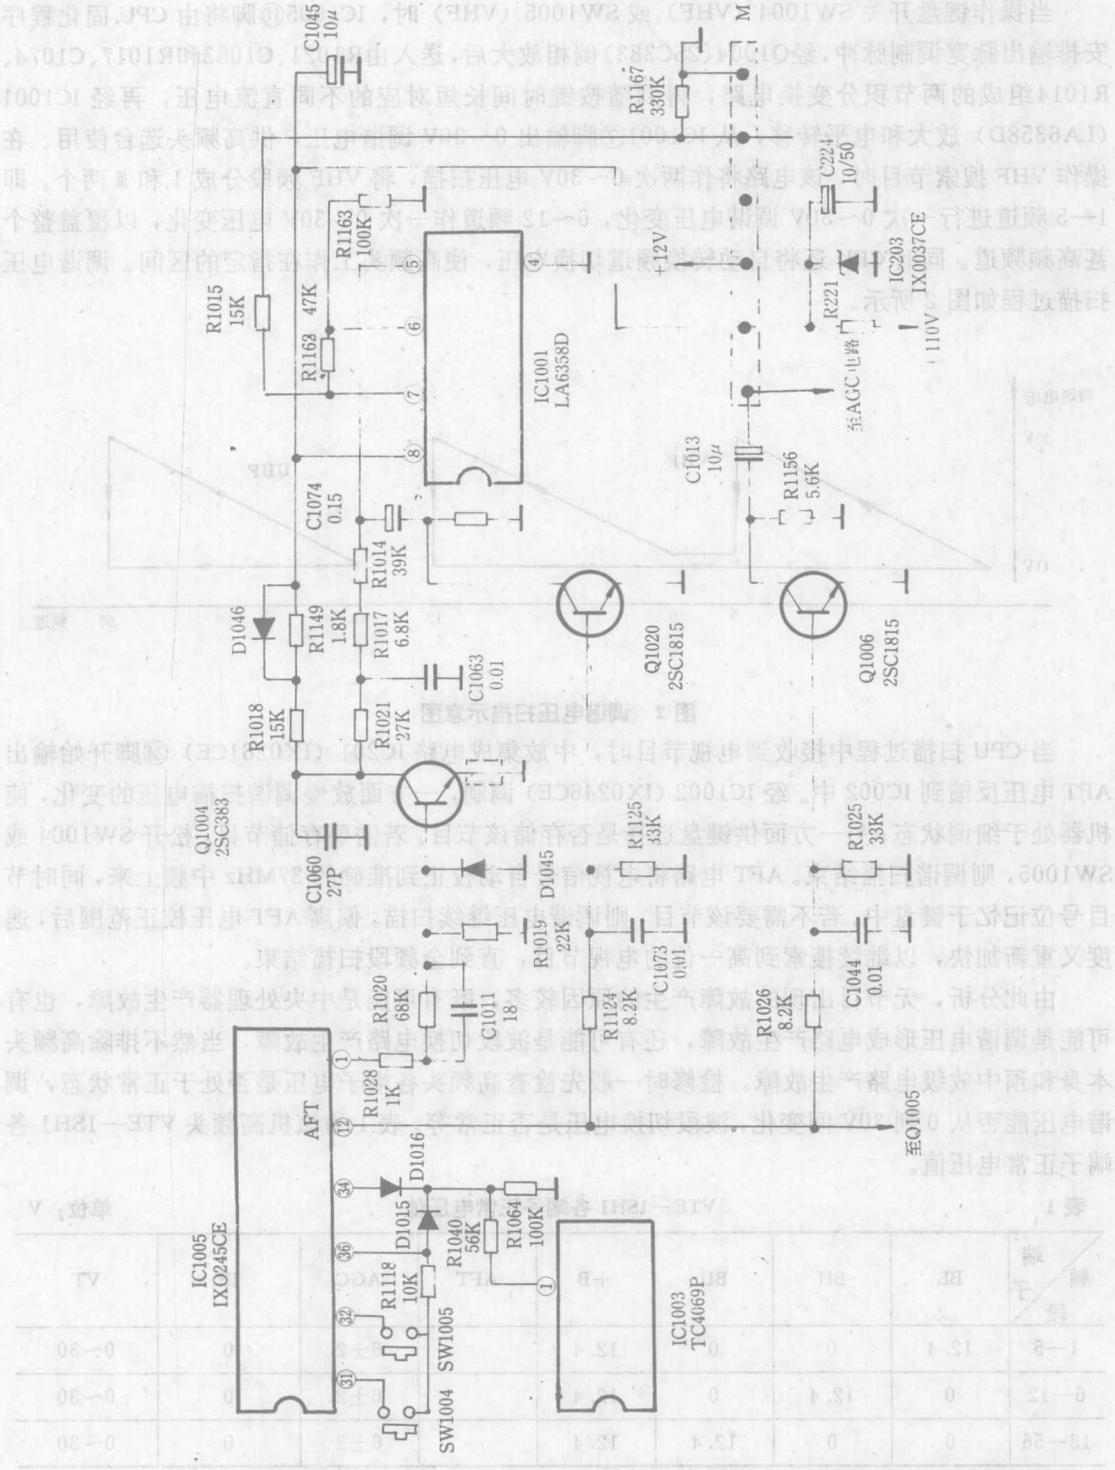

图3 C202NX VT 形成电路
该机 VT 电压电路如图 3 所示。+115V 电源电压经 R221 限流、IC203 (IX0037CE) 稳压、C224 滤波后得到 +33V 电压，一路送到 IC1001 (LA6358D) ⑧脚，作为该 IC 电源；另一路经 D1046、R1149 和 R1018 送到 Q1004 集电极，作为电平转移上限电压。当按下 SW1004 或 SW1005 时，IC1005 ⑩脚由 CPU 固化程序将输出脉冲调制脉冲。其脉冲宽度视闭合 SW1004 或 SW1005 时间长短而步进，共 2^{13} 级变化。该脉冲串经 R1028、R1020、C1011 组成的加速整形电路馈至 Q1004 基极，在 Q1004 集电极上得到倒相放大的脉冲串。其脉冲串宽度包含所需调谐电压指令，再经由 R1021、C1063 和 R1017、R1014、C1074 组成的两节积分滤波电路，取出其中直流成分作为调谐电压，再次经 IC1001 放大整形后，由 ⑦脚输出 0~30V 可变电压，经 R1013、R236 送到电调谐头 VT 端。